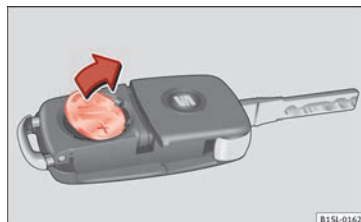

Fig. 128 Clé du véhicule : retirer la pile.
- Retirez la pile du compartiment à l'aide d'un objet fin approprié » fig. 128.
- Placez la pile neuve dans le compartiment, en appuyant comme indiqué » fig. 128, dans le sens contraire de la flèche » ①.